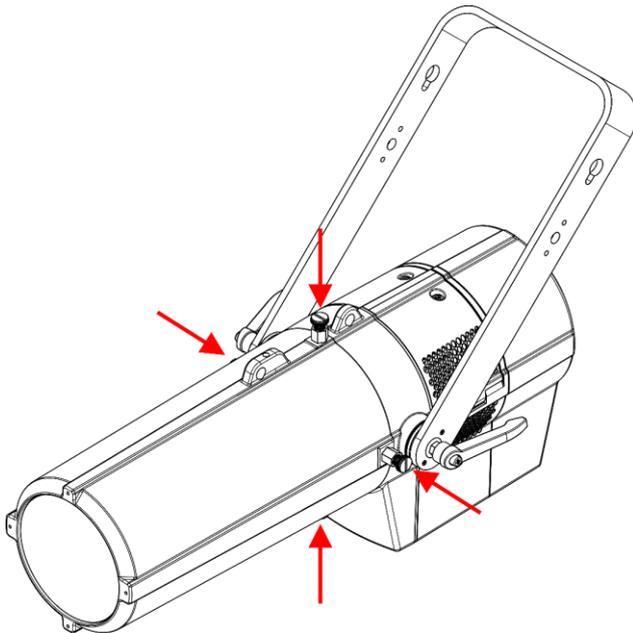
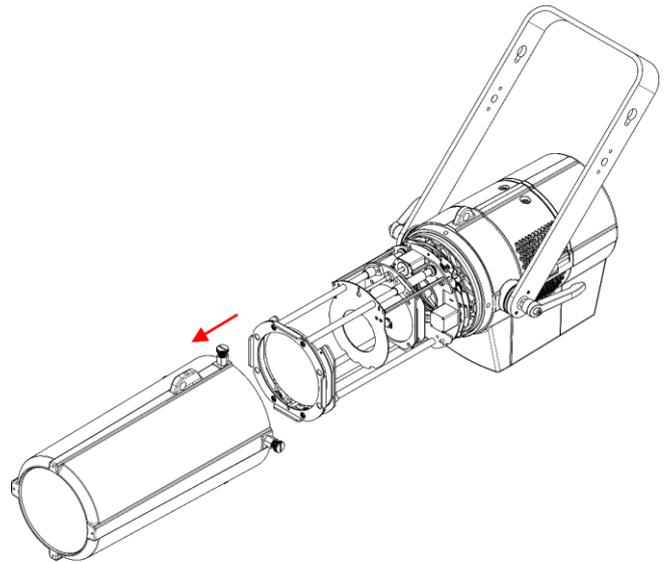

Abb. 07
Abb. 08
- 01) Lösen Sie die vier Befestigungsschrauben der Abdeckung. (Abb. 07) und entfernen Sie die Abdeckung (Abb. 08).